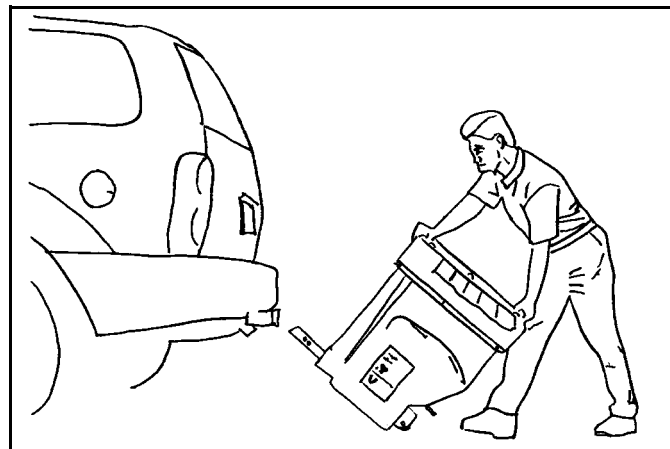

Abb. 2-4
6. Den Verteiler kippen und zum Lagerplatz rollen. (Siehe Abb. 2-4)